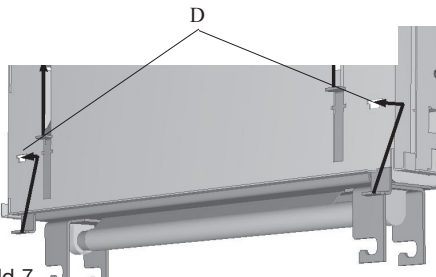

Bild 7
Führen Sie das Chassis weiter ins Gehäuse ein und sichern Sie es durch Einstecken in die Aussparung (D), (Bild 7).